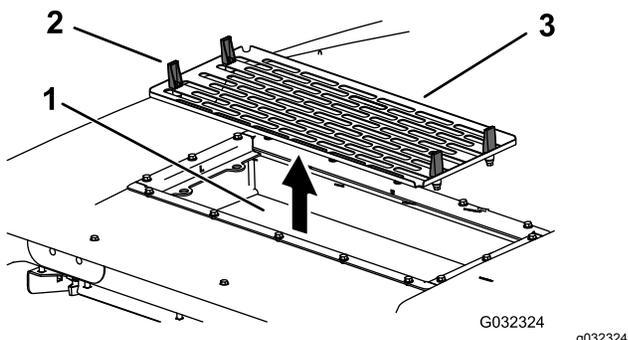

**Рисунок 94**
7. Установите воздушные фильтры, сетку и вентилятор в сборе (Рисунок 92, Рисунок 94 и Рисунок 95).
8. Подсоедините провод к каждому вентилятору (Рисунок 94).